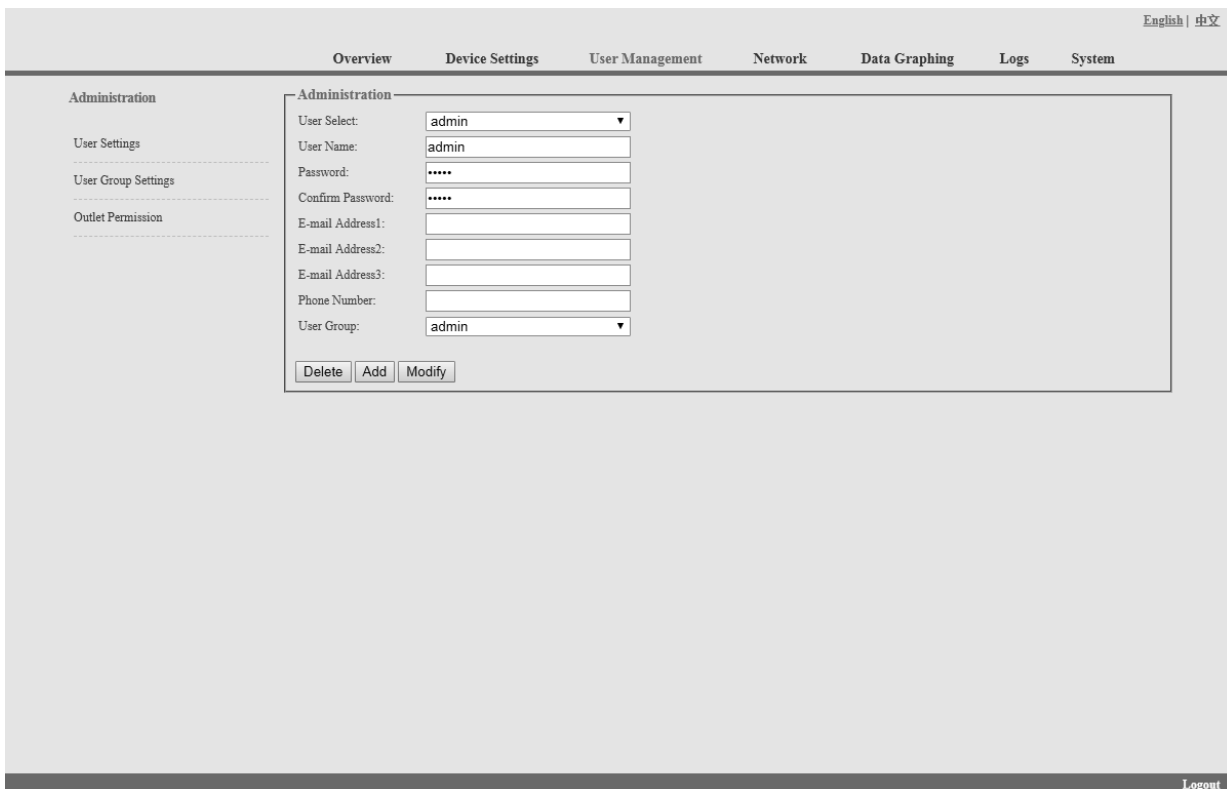

Abbildung 1-4
**3.2.1.3. Benutzerverwaltung: Klicken Sie auf die Benutzerverwaltung in der Navigationsleiste (Abbildung 1-4), um Benutzer, Benutzergruppen und Zugriffsrechte zu verwalten**
A. Benutzereinstellungen: Klicken Sie auf die Benutzereinstellungen im Menü Benutzerverwaltung wie in Abbildung 1-4 dargestellt